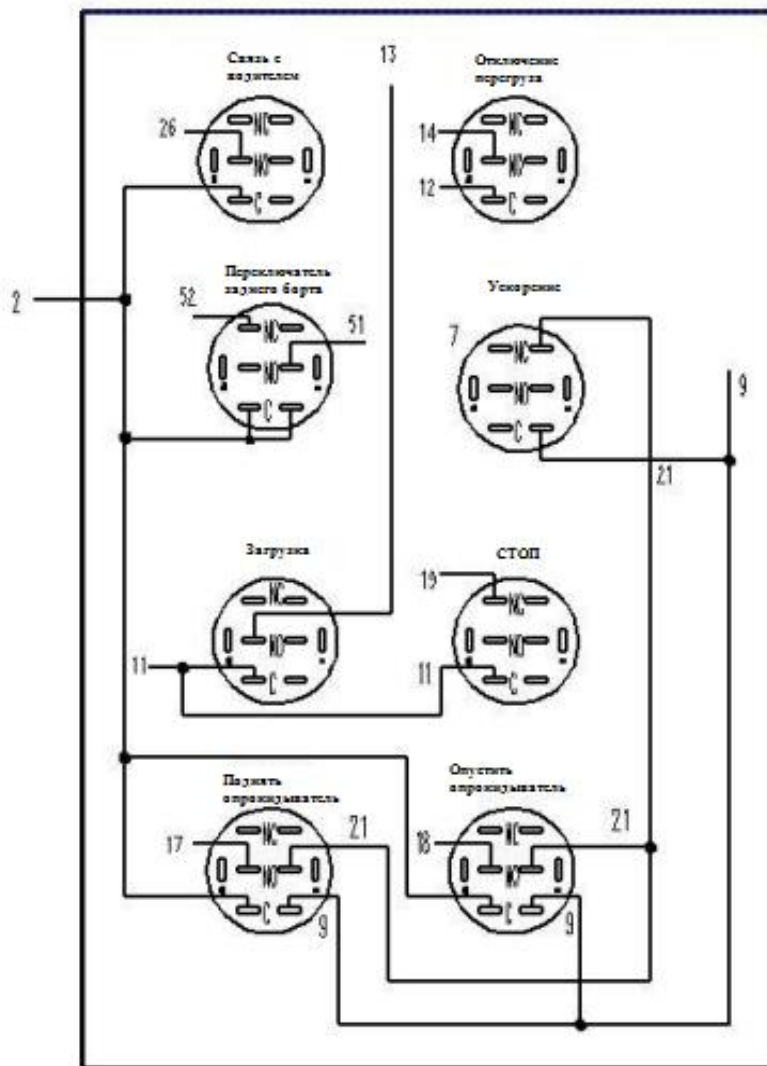

Рис.3 Схема подключения задней распределительной коробки
2. Схема подключения задней распределительной коробки (Рис.3)